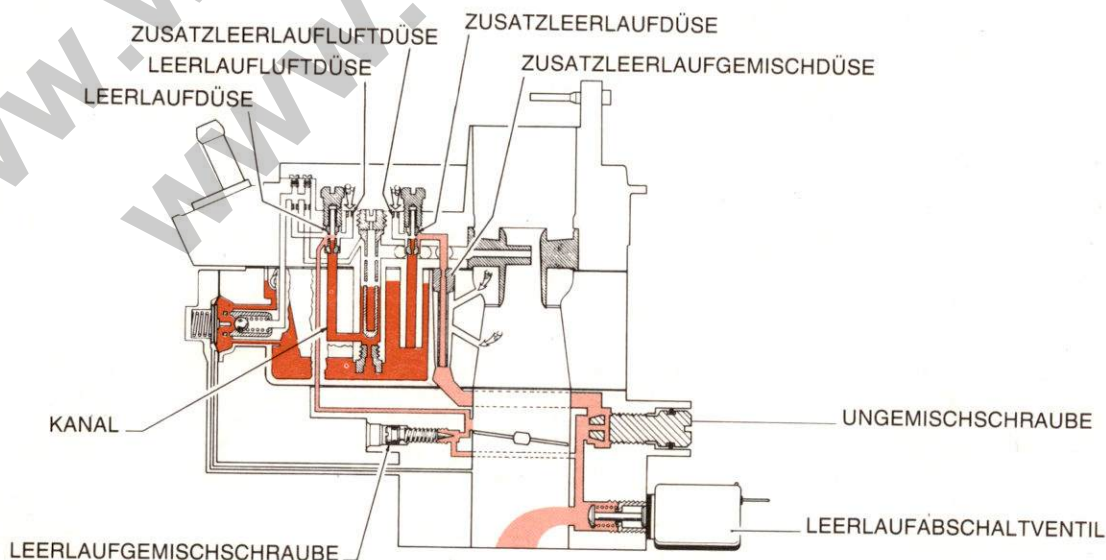

Abb. 2
a) Leerlaufsystem (Abb. 2)
b) Umgemischsystem (Abb. 2)